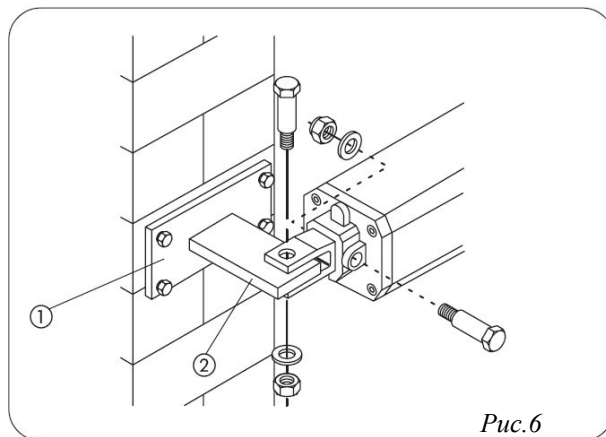

Рис.6
- ⌚ Для стальных столбов: аккуратно приварите задний кронштейн непосредственно к столбу (Рис.6 ②);
В) закрепите с помощью анкеров подпятник кронштейна на столбе (Рис. 6 ①) и затем аккуратно приварите задний кронштейн к подпятнику как показано на Рис.6
- 2) Прикрепите привод к заднему кронштейну с помощью поставляемых в комплекте винтов (Рис.6).